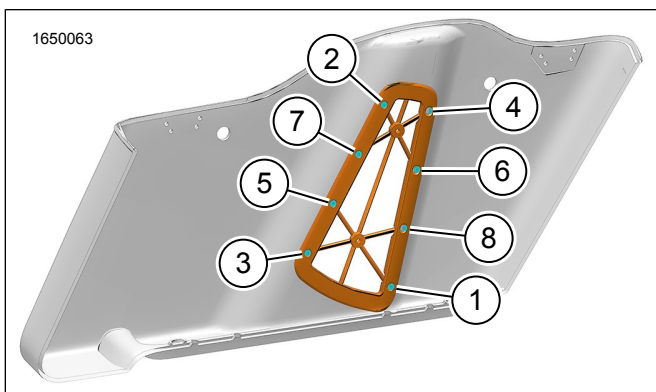

Figura 13. Sequência de torque - Parafusos de Engaste
- b. Ver a Figura 13. Apertar na sequência apresentada.